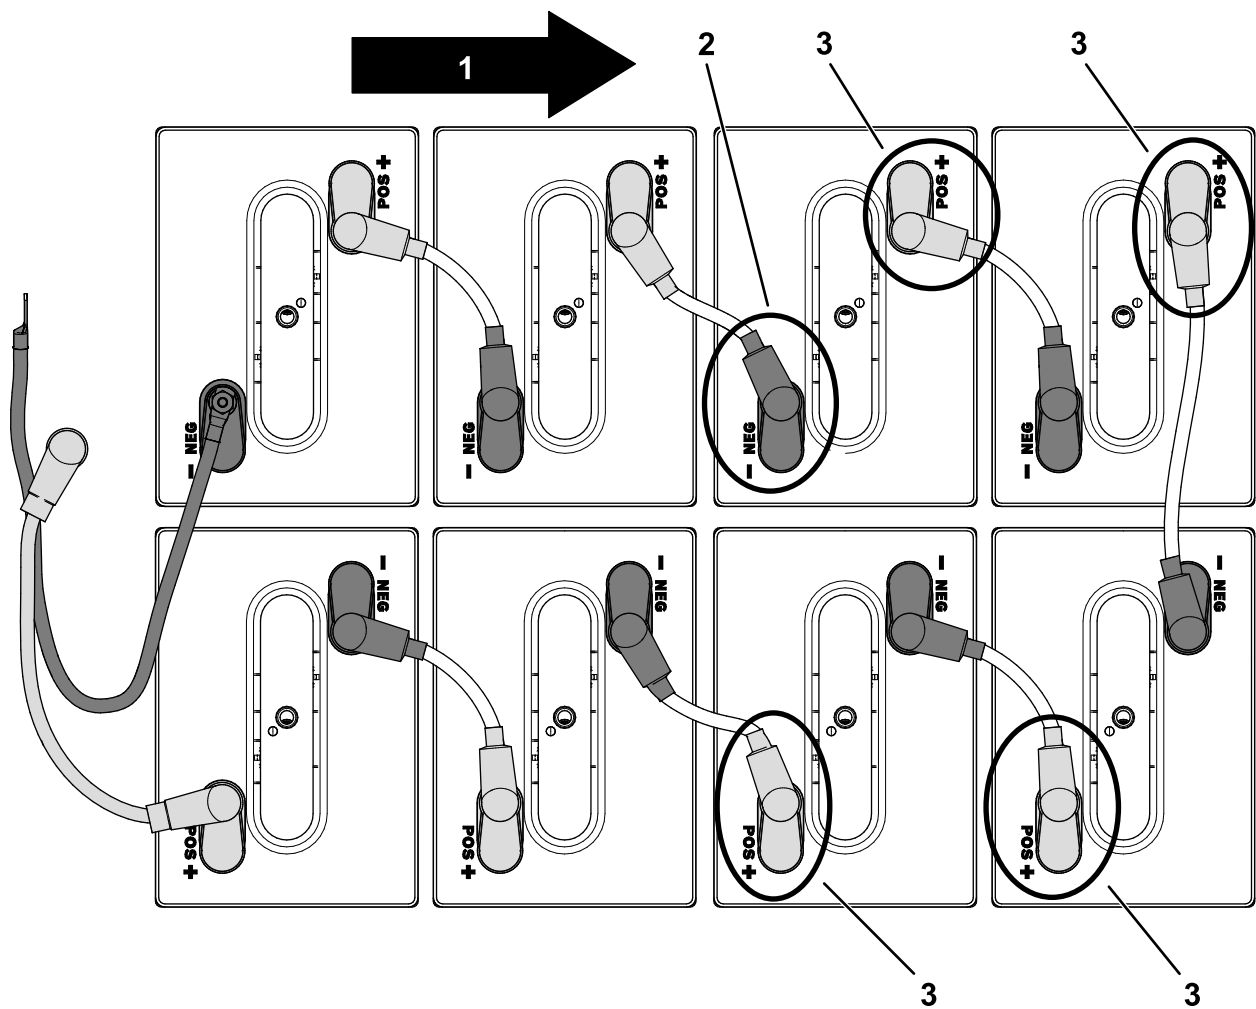

図 99
重要 バッテリーは、元通りの向きに取り付けるてください 図 99を参照。
4. 前バッテリートレイのバッテリー4本にプラス端子を接続する 図 99。
5. 図 99 のようにマイナス端子を接続する。